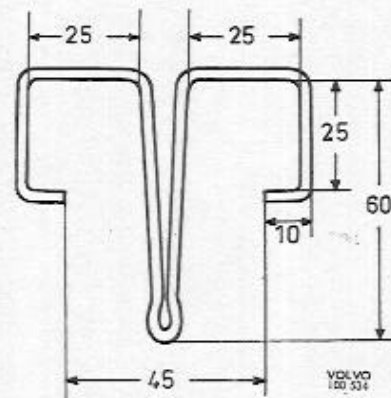
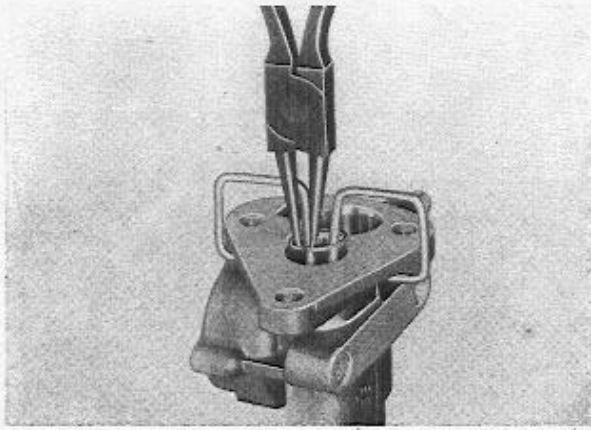
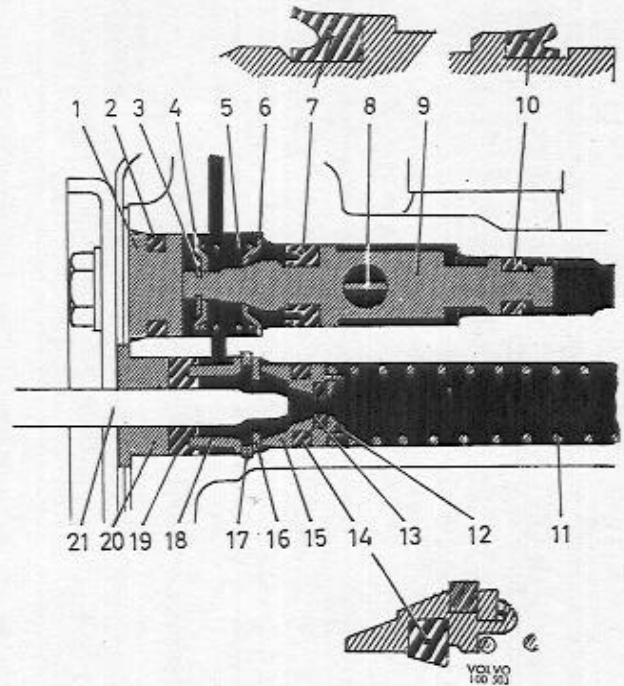
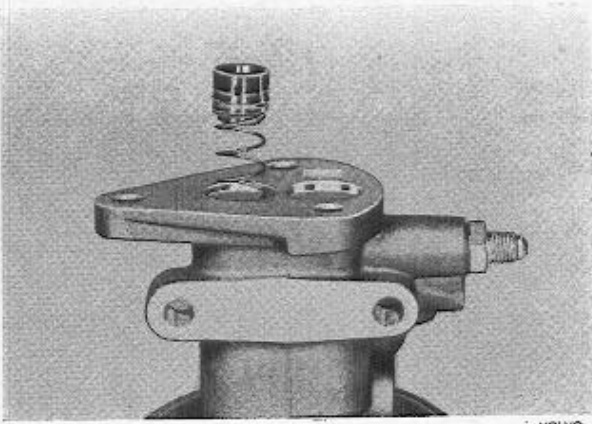

Abb. 34 Klammer
Abb. 35 Sicherungsring ausbauen
Abb. 37 Hydraulteile
Abb. 38 Einbau des Druckkolbens
4. Dichtung entfernen und das Gehäuse gegen einen Holzgegenstand stoßen, so daß der Stopfen (1 Abb. 37) herausfällt. Regulierkolben (9) ausbauen und zerlegen.
5. Führungshülse (20), Dichtung (19) und Abstandhülse (20) ausbauen. Die Rückholfeder des Druckzylinders mit Hilfe einer Klammer, die nach Abb. 34 hergestellt und lt. Abb. 35 eingebaut wird, zusammenpressen. Sicherungsring (17) danach vorsichtig mit Hilfe einer Sicherungsringzange ausbauen, Klammer entfernen und die übrigen Teile ausbauen.
1. Neuen Kolben (15 Abb. 37), mit innerer Dichtung (13) eingebaut, nehmen. Kolbendichtung (14) lt. Abb. 37 einbauen. Feder (11) am Kolben anbringen. Kolben in Bremsflüssigkeit tauchen und die Feder in den Zylinder führen, siehe Abb. 38. Scheiben (16) einbauen und den Kolben vorsichtig mit Hilfe der Klammer einpressen. Sicherungsring vorsichtig einbauen, siehe Abb. 35. Kontrollieren, daß der Ring ordnungsgemäß in der Nut zu liegen kommt. Dichtung (19) an der Abstandhülse (18) anbringen und einbauen. Hülse (20) einbauen.